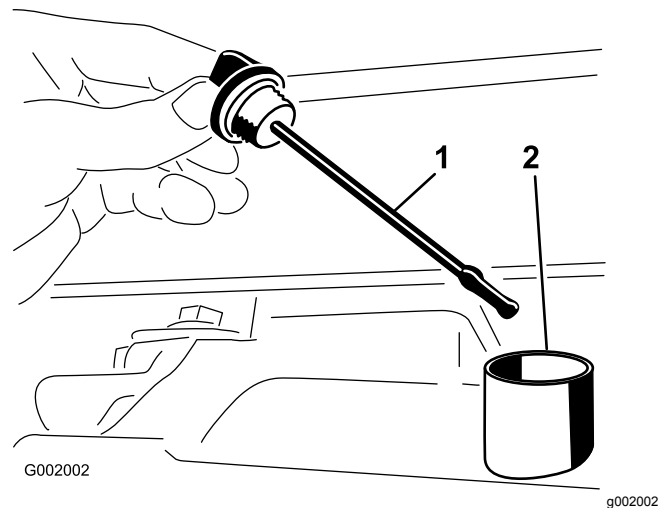

Bild 49
2. Nehmen Sie den Peilstab des Getriebes heraus und wischen Sie ihn mit einem sauberen Lappen ab (Bild 49).